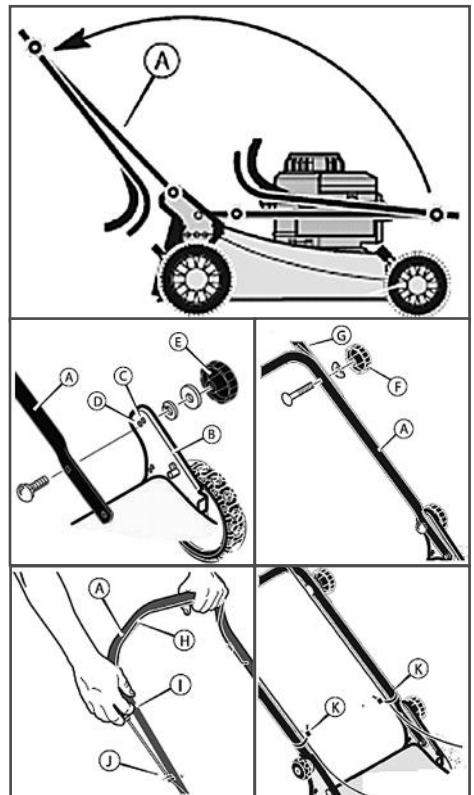

Рис. 3 Сборка газонокосилки
3. Установите нижнюю часть А рукоятки в рабочее положение (Рис. 3).
4. В скобе рукоятки (В) имеется два крепежных отверстия (С). Используйте отверстие (С), для крепления рукоятки в верхнем положении. Используйте отверстие (D), для крепления рукоятки в нижнем положении.
5. Закрепите отверстие в любом из отверстий (С) или (D), в соответствии с рисунком. Закрутите зажимы (Е), до фиксации нижней части рукоятки.
6. Снимите зажимы (F) и крепежные элементы с нижней рукоятки (А). Установите верхнюю рукоятку (G) в рабочее положение. Затягивайте зажимы (F)